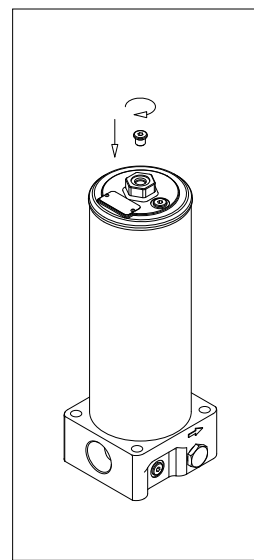

fig. 29
- (Fig. 29) Continuare l'operazione fino a trafilamento dal LATO PULITO, quindi serrare il tappo di sfiato.